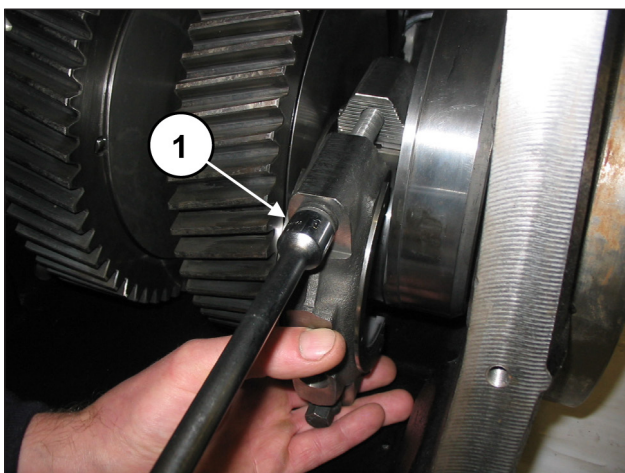

Fig. 84
Fijar los sombreretes a las semibielas con los tornillos M12x1.25x87 (pos. ①, Fig. 84).